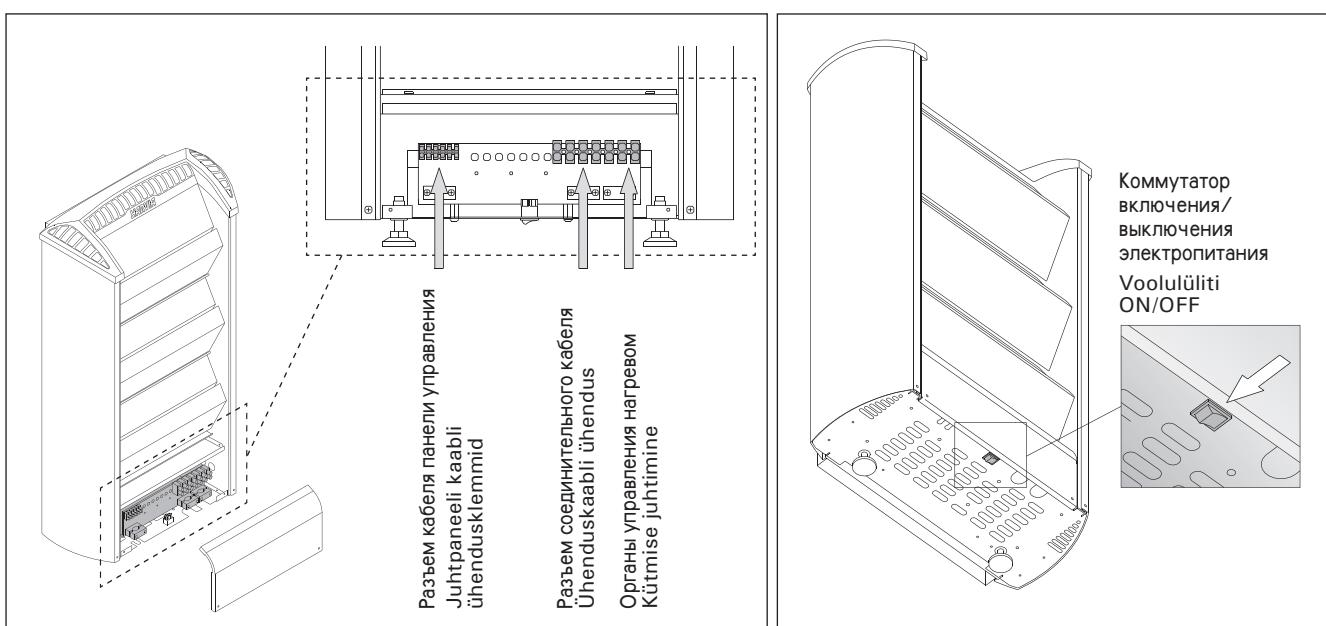
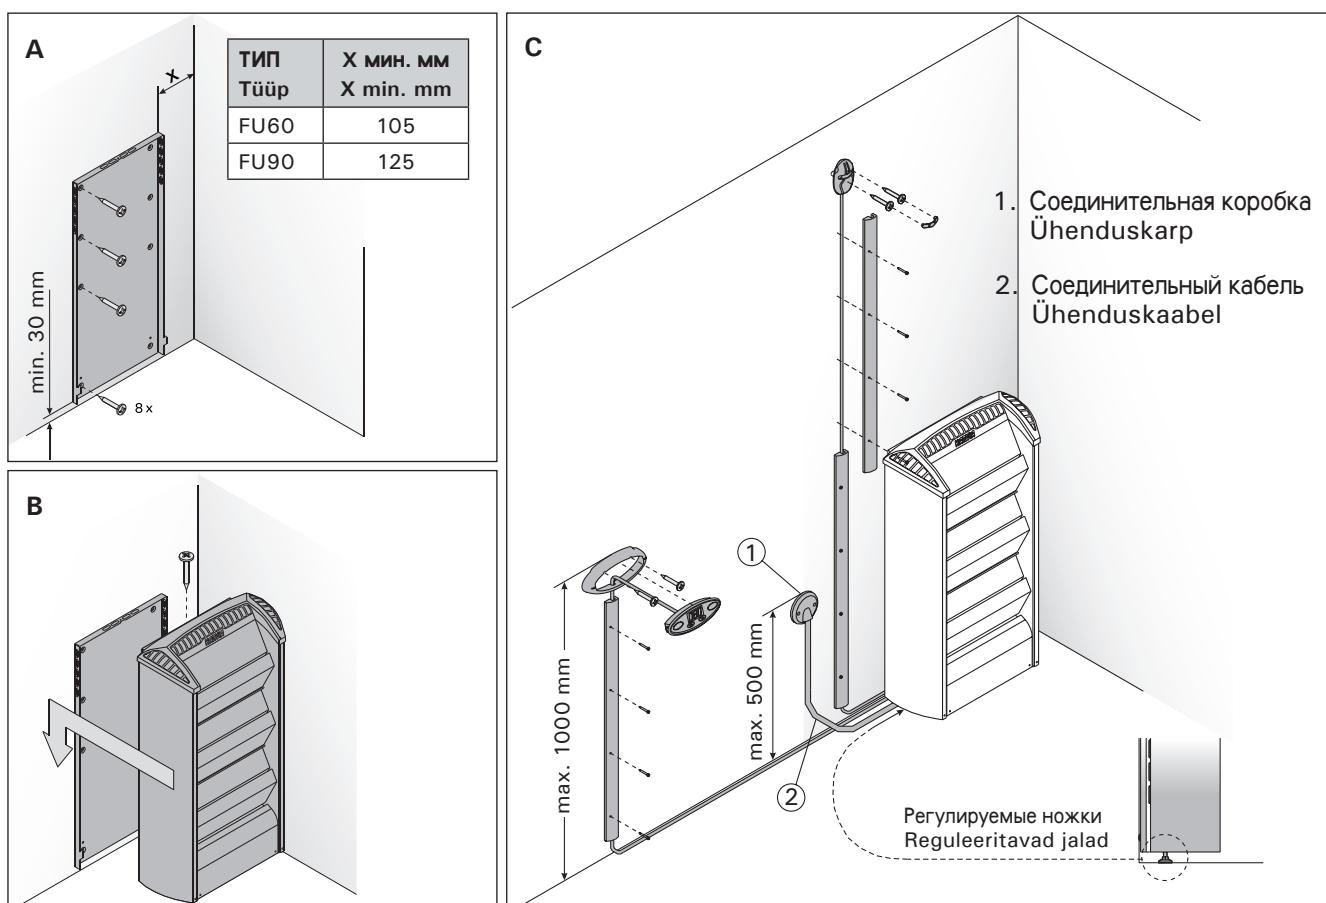

Рисунок 5. Подключение соединительного кабеля
Рисунок 6. Расположение монтажной стойки каменки и подключение каменки.
Датчик терmostата для каменок FU временно помещен под защитную крышку блока коммутации. Его необходимо извлечь оттуда и установить на стену сауны, как показано на рис. 6. На рис. 5 показано, как подключить кабель панели управления к каменке FU. Провода кабеля панели управления следует подключить к разъему кабеля панели управления с соблюдением цветовой маркировки.
- С помощью прилагаемых шурупов прикрепите к стене монтажную раму, соблюдая минимальные расстояния, указанные в таблице 1 и на рис. 4. Установка рамы изображена на рис. 6.
При монтаже кабеля следует тщательно соблюдать порядок подключения проводов к колодке разъема каменки. См. рис. 5.
4. Свободный конец соединительного кабеля подключается к разъему панели управления. См. рис. 5. При подключении проводов кабеля очень важно соблюдать цветовую маркировку, как описано в разделе 3.1.1 «Подключение соединительного кабеля к каменке».